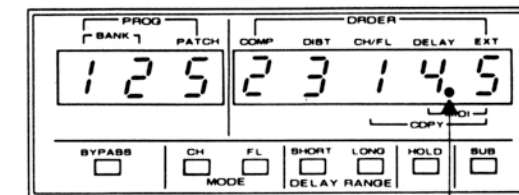

図4-23
- ◇ DLYのセグメントの右下にドットがつき、サブ・アウトが指定されたことを表わします。(図 4-23)